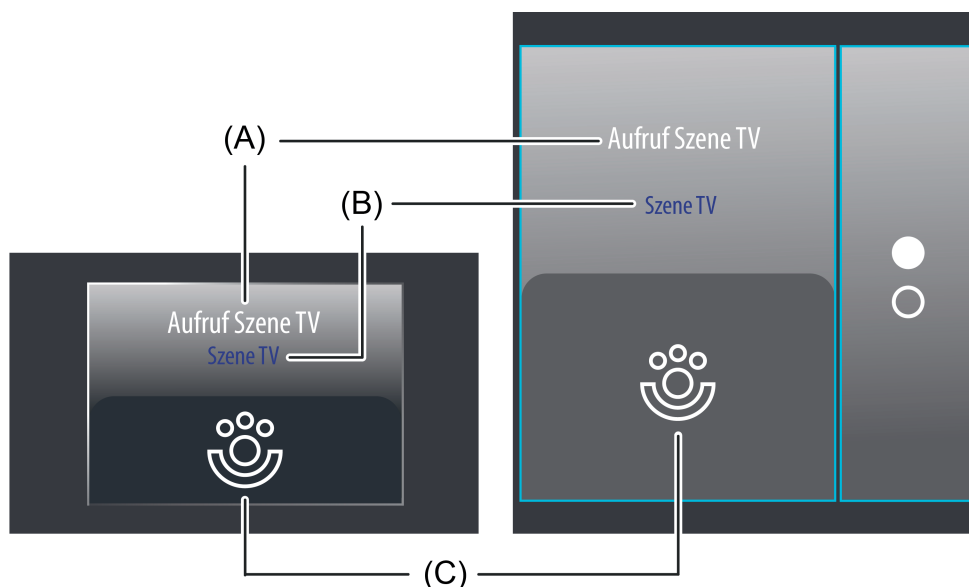

Bild 36: Beispiel für Bedien- und Anzeigeelement der Funktion "Szenenaufruf"
Der Anzeigebereich enthält verschiedene Darstellungselemente (Bild 36), die durch Parameter oder durch die Szenenkonfiguration selbst beeinflusst werden. Jeder KNX Funktion kann in der Konfigurationssoftware eine Bezeichnung vergeben werden (A). Diese Text-Bezeichnung wird im Anzeigeelement zentriert zur Anzeige gebracht, wodurch die Funktion des Szenenabrufs für den Anwender kenntlich gemacht wird (z. B. "Aufruf Szene TV").